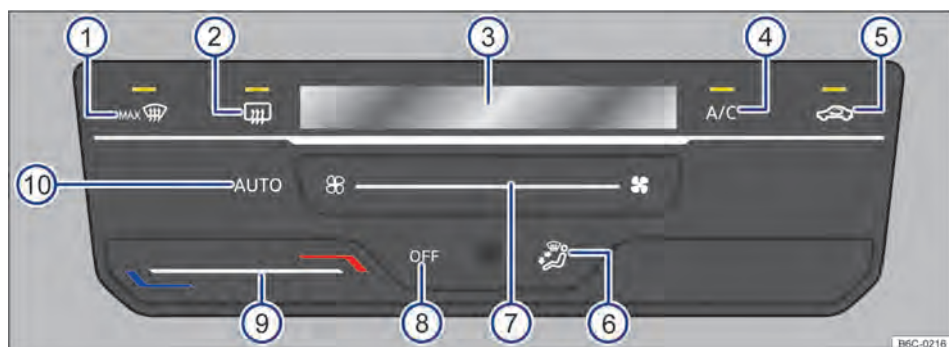

Fig. 85 Comandos do Climatronic.
- *Climatronic*: tocar na superfície de função OFF → Fig. 85 (8).
Ao tocar na superfície de função (AUTO) → Fig. 85 (10) é possível ligar o modo automático do Climatronic.
manualmente → Fig. 85 (7) ou com a alteração da distribuição de ar através da superfície de função → Fig. 85 (6).
- *Climatronic*: tocar na superfície de função (A/C) → Fig. 85 (4) para ligar e desligar o funcionamento da refrigeração.
- *Climatronic*: deslizar o dedo sob a superfície de função → Fig. 85 (9).
No display do Climatronic → Fig. 85 ③ é indicada a temperatura ajustada.
- *Climatronic*: deslizar o dedo sob a superfície de função → Fig. 85 ⑦.
- *Climatronic*: tocar na superfície de função  → Fig. 85 ⑤.
- *Climatronic*: tocar na superfície de função → Fig. 85 ⑥ para posição desejada, a distribuição selecionada será indicada no display ③.
- *Climatronic*: tocar na superfície de função  → Fig. 85 ①.
- *Climatronic*: tocar na superfície de função  → Fig. 85 ②.